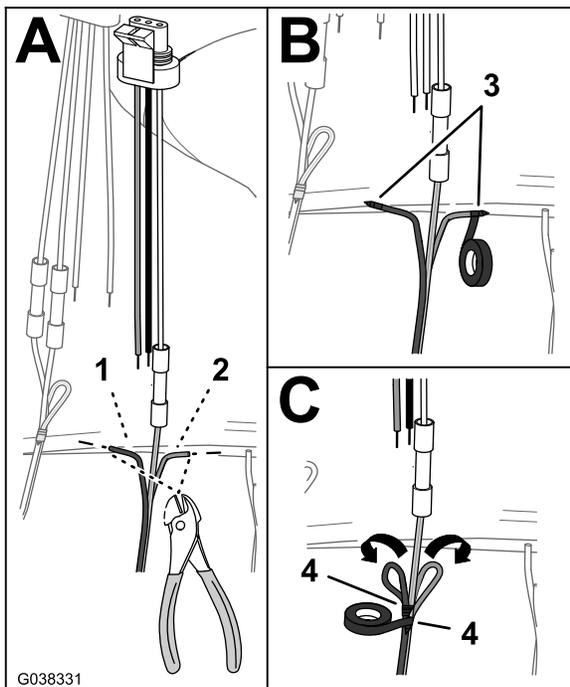

Bild 44
- A. Schneiden Sie die Leiter des braunen und blauen Kabels bündig mit der Isolierung ab (Bild 44).
- B. Umwickeln Sie das Ende des braunen Kabels mit elektrischem Band, um das Kabel abzudichten (Bild 44).
- C. Umwickeln Sie das Ende des blauen Kabels mit elektrischem Band, um das Kabel abzudichten (Bild 44).
- D. Falten Sie das braune und blaue Kabel mit dem gelben und grünen Kabel und wickeln die drei Kabel mit dem elektrischen Band zusammen (Bild 44).